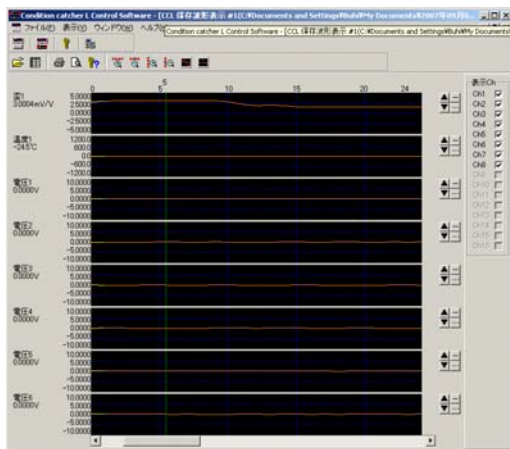

図 44. 保存波形表示画面
- ①パソコンの電源を投入し、『コントロール・ソフトウェア』を起動し、初期画面を表示します。
- ②初期画面ツールバーの『保存波形表示』ボタン(左端)をクリックします。
- ③Windows の開くダイアログが表示されますので、この画面で波形表示したいデータ・ファイルを選択し、『開く』ボタンをクリックします。
- ④選択されたファイルの計測データが図 44 のように表示されます。